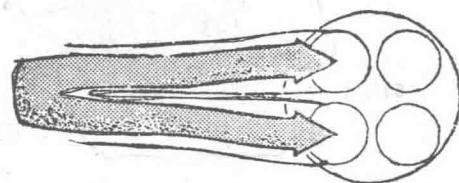

图18 本田VT250F
⑦ 在四冲程发动机上，每个气缸都有两个进气阀和两个排气阀，以获得最大功率。而HIP系统将这一设计思想进一步发展，将两个进气口隔开，使两个进气口进入等量的混合燃气，从而获得更高的输出功率(图18)。